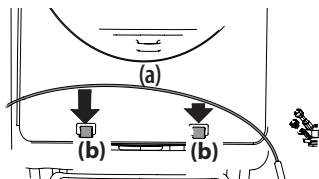

Figure 12
4. Placez le faisceau du phare (a) entre les deux guides (b) sur le devant du déflecteur. Voir Figure 12.